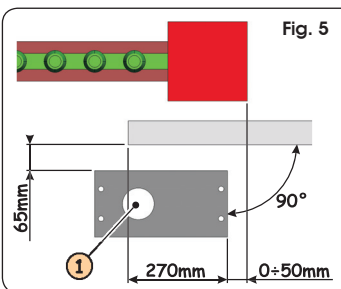
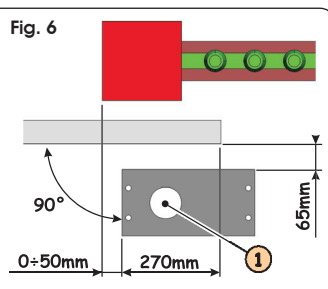

Fig. 5
Fig. 6
2. La placa de cimentación debe colocarse como se muestra en la Fig. 5 (cierre derecho) o Fig. 6 (cierre izquierdo) para garantizar el correcto engranaje entre el piñón y la cremallera.
⚠ Cuando coloque la placa deje el orificio $\varnothing 80$ previsto para el paso de las vainas a la izquierda, como se indica en las Fig. 5 y 6 ref. ①.
Para efectuar fácilmente las conexiones deje sobresalir los cables unos 40 cm. del orificio (Fig. 5 y 6 ref. ①) de la placa de cimentación.